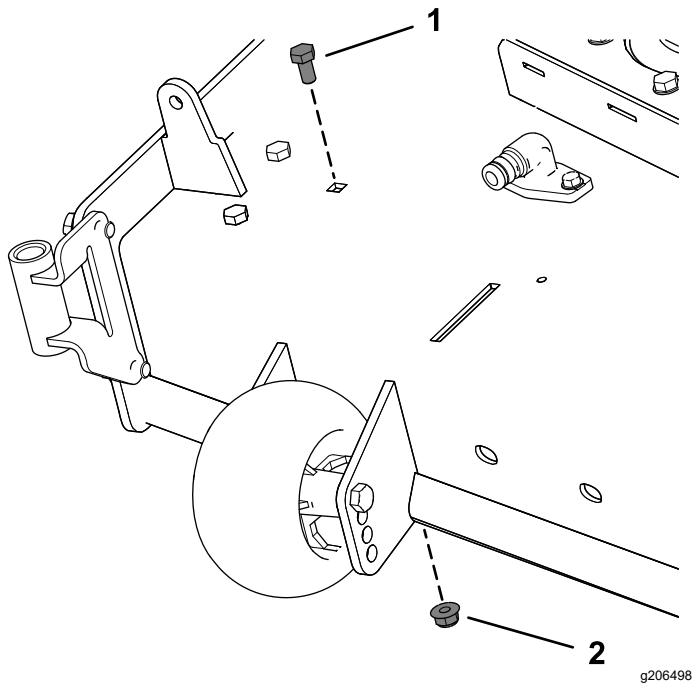

Рисунок 8
- Снимите имеющиеся болт и гайку с деки газонокосилки (Рисунок 8).
Для деки газонокосилки размером на 54 дюйма снимите болт и гайку, как показано на Рисунок 8.